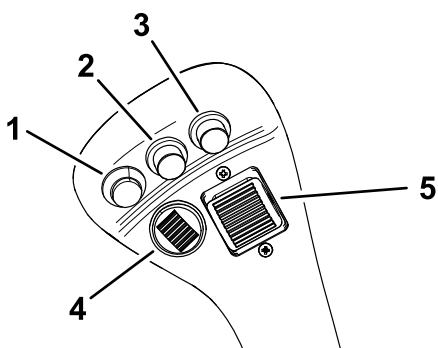

Рисунок 19
- Для работы гидравлического навесного оборудования в прямом направлении нажмите правую кнопку (Рисунок 19).
- Для работы гидравлического навесного оборудования в обратном направлении нажмите среднюю кнопку (Рисунок 19).
- Чтобы остановить гидравлическое навесное оборудование, нажмите левую кнопку (Рисунок 19).
Чтобы выдвинуть стрелы погрузчика, поверните рычаг выдвигания вперед (Рисунок 19), а чтобы втянуть их, поверните рычаг назад.